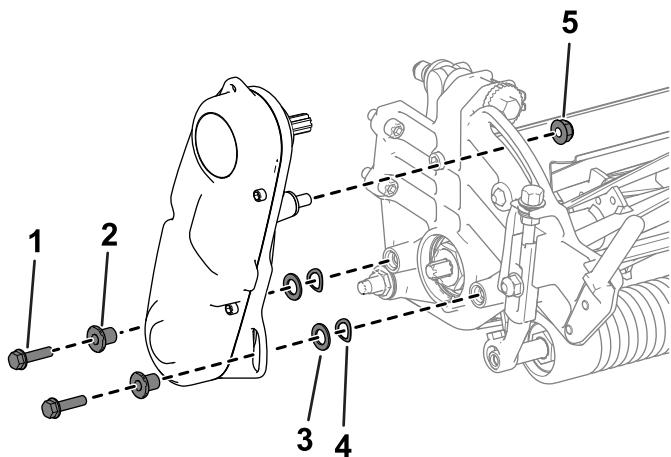

Рисунок 43
- 3. Снимите привод барабана в сборе, плоские шайбы, пружинные шайбы и проставки с боковой пластины (Рисунок 43).